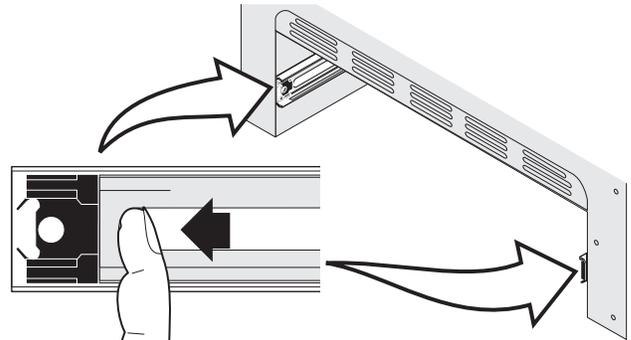

Figura 49: Colocación de los rodamientos
1. Tire de los rodamientos hacia el frente de los canales del compartimiento exterior hasta que encajen en su lugar (Vea figura 49).